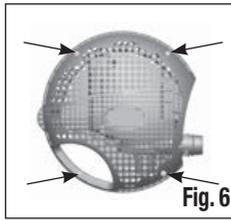
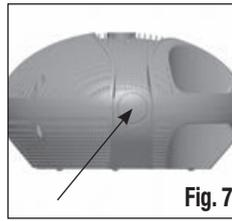

Fig. 6
Fig. 7
Qualora necessario è possibile inoltre fissare saldamente la pompa su detto basamento, mediante le apposite sedi vite. La particolare forma delle sedi vite permette il rapido aggancio/sgancio della pompa dalla zavorra (vedi Fig. 6).
AVVIAMENTO DELLA POMPA (Fig. 6)
1. Aprire il guscio svitando gli appositi perni a vite di chiusura/apertura rapida presenti sul guscio (vedi Fig. 6).
2. Rimuovere con una lama affilata o un cutter la sezione pre-incisa presente sul guscio della pompa (vedi Fig.7).
3. Inserire l'apposito adattatore Remoto (venduto separatamente) (10) nella sede ricavata nella parte posteriore del guscio.
4. Chiudere il guscio avvitando gli appositi perni a vite di chiusura/apertura rapida (vedi Fig. 6) assicurandosi che le due metà (superiore ed inferiore) siano propriamente allineate ed accoppiate (vedi Fig. 10 chiusura Guscio).
5. Collegare il guscio ed il filtro PowerFlo con un tubo flessibile (non incluso) utilizzando gli appositi innesti rapidi Click Fit (15).